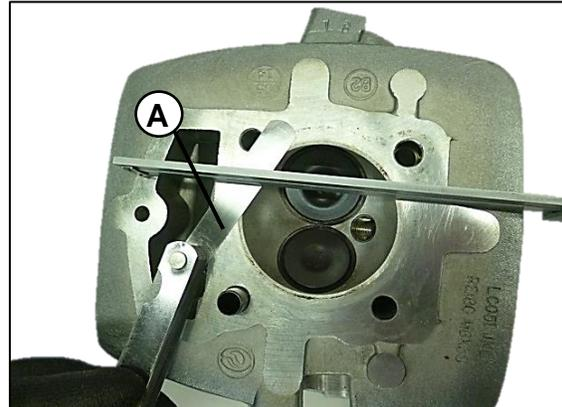

Fig. 18
Medir la Planitud de la culata (A) en varios puntos, si pasa el límite de servicio reemplace **Fig. 18**